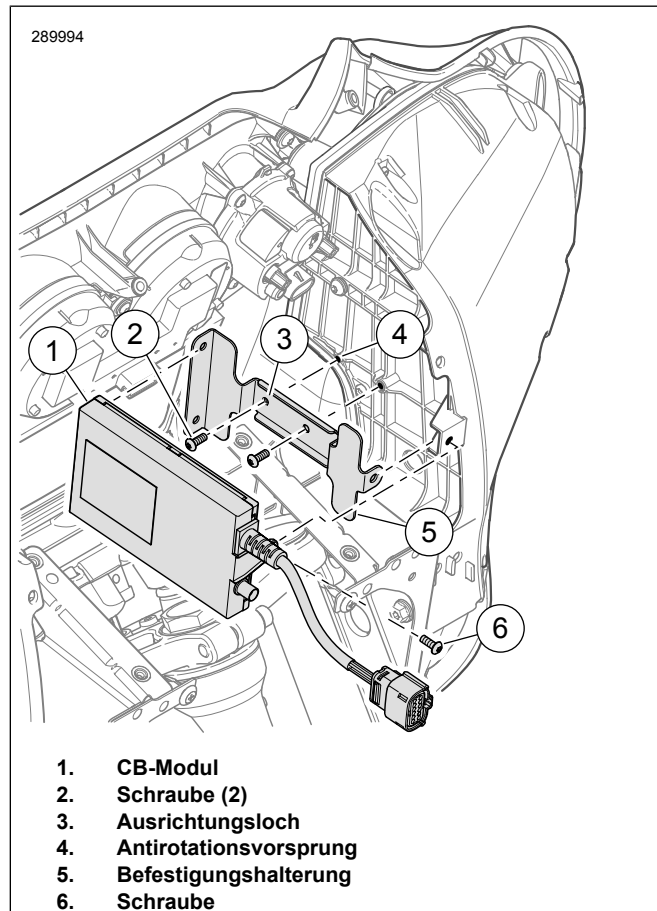

Abbildung 2. CB-Modul einbauen: Gabelmontierte Verkleidung
1. Siehe Abbildung 2 >. Das Loch (3) in der Befestigungshalterung (5) am Antirotationsvorsprung (4) ausrichten.
2. Die Schrauben (2) anbringen. Festziehen.